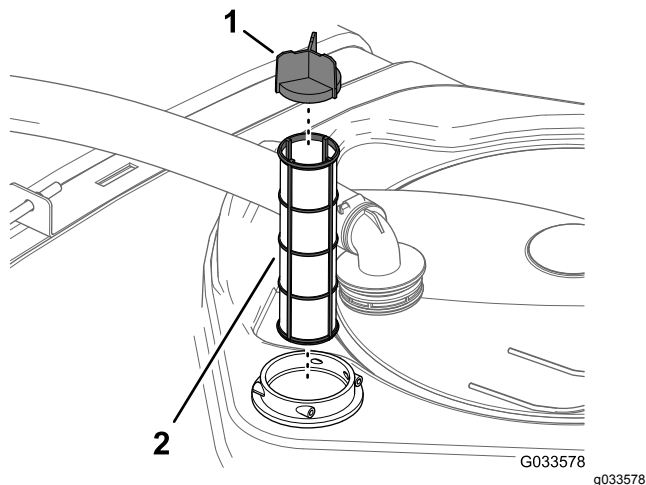

Рисунок 105
4. Извлеките старый фильтр линии всасывания из его корпуса в баке (Рисунок 105).